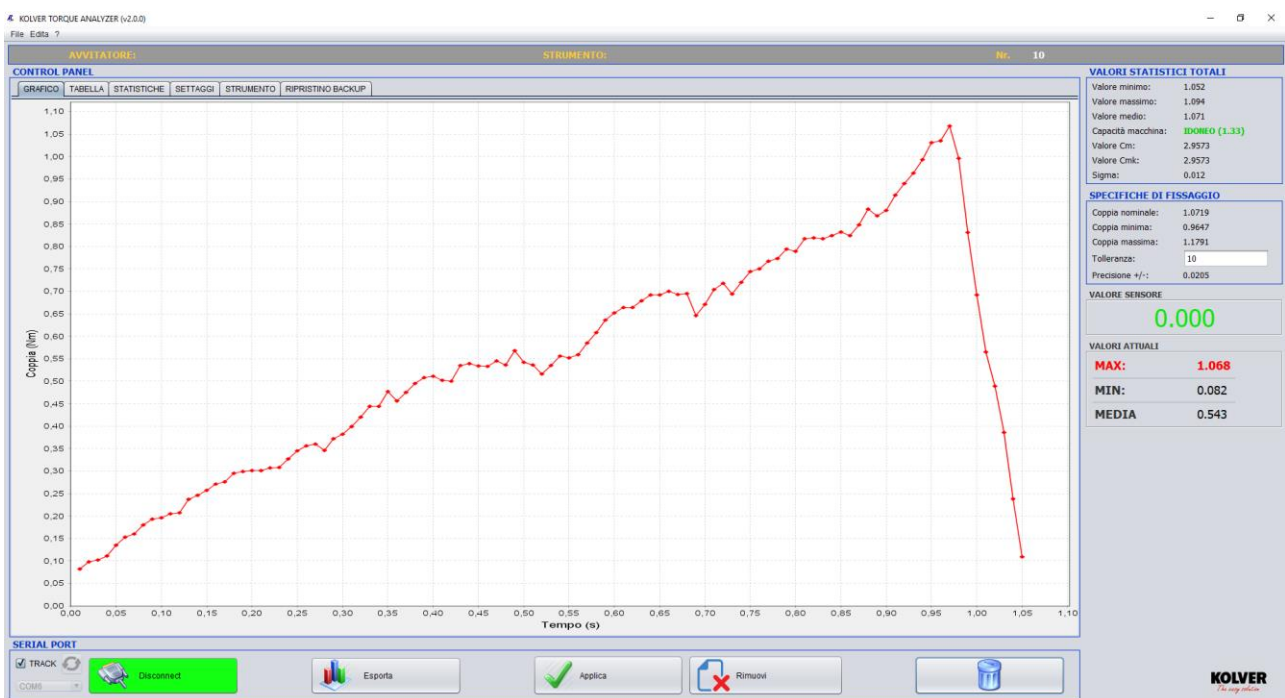

Fig.3: Acquisizione segnale di coppia in mod. Track.
In Fig.3 viene riportato un esempio di acquisizione in modalità track.
- A. GRAFICO:** Questa area di lavoro permette la visualizzazione grafica delle acquisizioni, siano esse in modalità 'track' o 'Massimo valore' (Fig.3), con la possibilità di effettuare degli zoom su aree specifiche della curva.